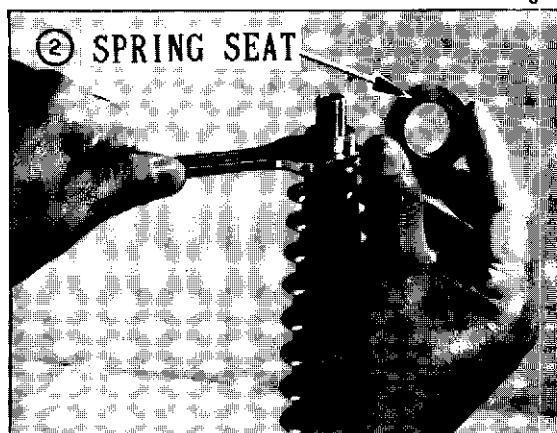

Fig. 2
4) Rimuovere la sede molla (Fig. 2).